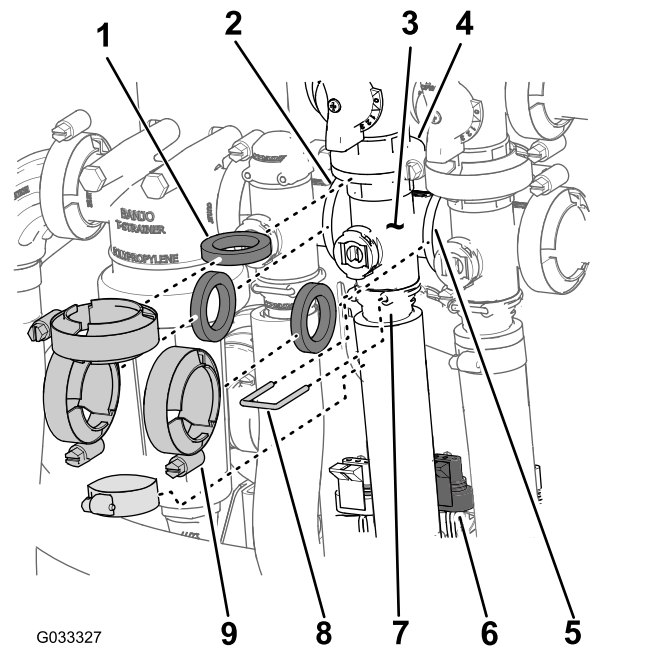

Figure 69
- Déposez les colliers et les joints qui fixent le collecteur de la vanne d'agitation (Figure 69) à la vanne de dérivation d'agitation, au régulateur de débit, à la vanne principale et au raccord adaptateur (régulateur de pression d'agitation).
- Retirez l'étrier qui fixe le raccord de sortie au collecteur de la vanne d'agitation (Figure 69).